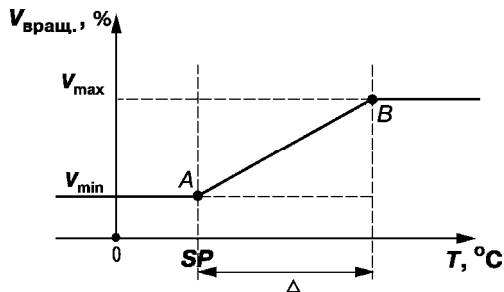

Рисунок 3.3
3.3.4 Прибор осуществляет регулирование температуры по графику, рисунок 3.3. При температурах $T < SP$ вентилятор вращается с минимальной скоростью V_{\min} . (программируемый параметр P), см. Приложение В.